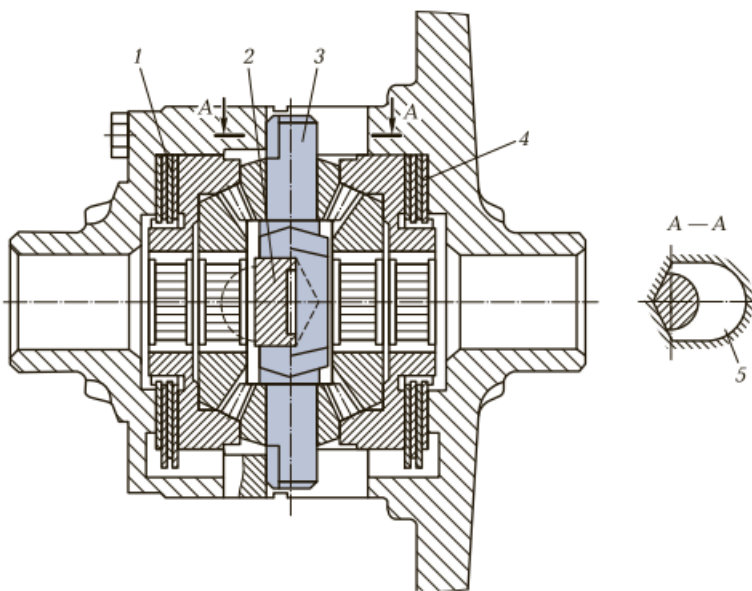

Рис. 3.14. Конический дифференциал с дисками трения:
- **Устройство:** Шестеренчатый дифференциал с моментом трения, пропорциональным передаваемому моменту (рис. 3.14), часто применяют на автомобилях высокого класса. Трение в дифференциале создается двумя дисковыми фрикционными муфтами 1 и 4. Крестовина дифференциала составлена из двух половин 2 и 3, которые могут раздвигаться при передаче момента, скользя концами шипов по наклонным поверхностям вырезов 5 в корпусе дифференциала. Чем больше передаваемый момент, тем больше раздвигаются обе части крестовины и тем большее сжимающее усилие действует на фрикционные диски.